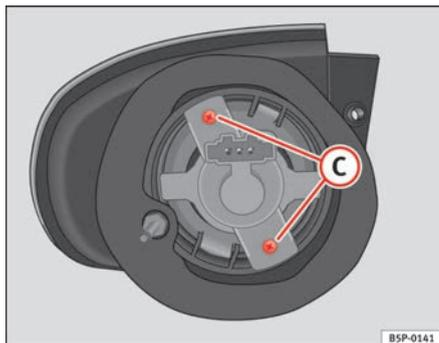

Fig. 187 Luz indicadora de mudança de direcção
- Desenroscar os parafusos ⇒ página 273, fig. 187 (C) do porta-lâmpadas e puxe-o.
- Retirar os parafusos ⇒ fig. 187 C do porta-lâmpadas e puxá-lo.